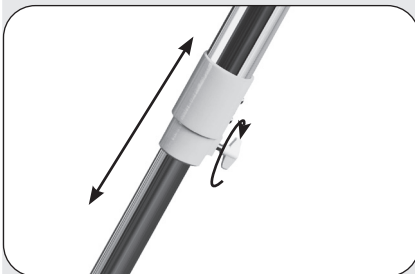

Abb. 2b: Stativbeinklemmung
2. Aufbau - Stativ: Die Stativbeine sind vormontiert und bereits mit dem Stativkopf und der Stativspinne (Abb. 2a) verbunden. Nehmen Sie das Dreibeinestativ aus der Verpackung und stellen Sie es senkrecht mit den Stativfüßen nach unten. Nehmen Sie nun zwei der Stativbeine und ziehen Sie diese vorsichtig bis zur vollständig geöffneten Position auseinander. Das gesamte Stativgewicht lastet dabei auf einem Bein. Anschließend das Stativ gerade aufstellen. Ziehen Sie nun einzeln jedes Stativbein auf die gewünschte Länge heraus (Abb. 2b) und drehen Sie nun je eine Klemmschraube (insg. 3 Stück) handfest an. Überdrehen Sie die Schrauben dabei nicht! Mit den Klemmschrauben werden die inneren Stativbeinsegmente in der gewünschten Höhe festgestellt.